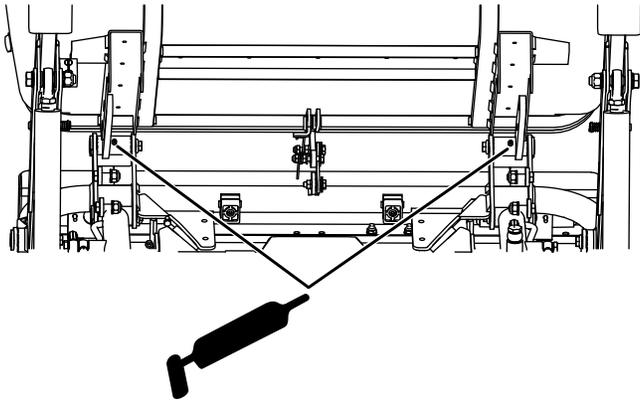

Figura 50
- Pivotes de la tolva, debajo de la tolva (Figura 50)